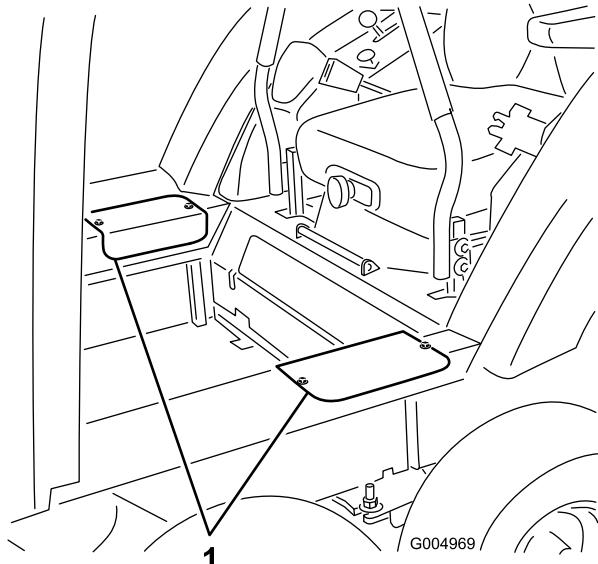

**Figure 121**
51. Montez les rondelles plates (1/2 po) et les contre-écrous sur le goujon de pivot de bogie (Figure 121) et serrez à 102 N·m.